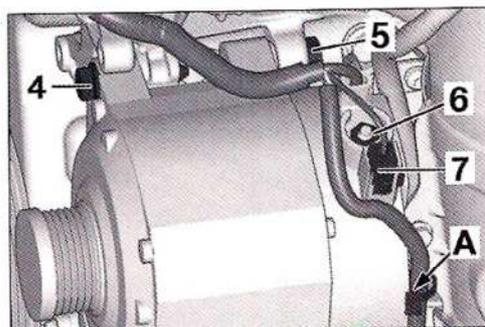

FIG. 15
- El tapón de la tuerca (6) (Fig.15).
- La tuerca de fijación (6)
- El tornillo (4).
- Desconectar el conector (7).
- Desengrapar y separar el cableado eléctrico en (A).
- Aflojar el tornillo de fijación (5).